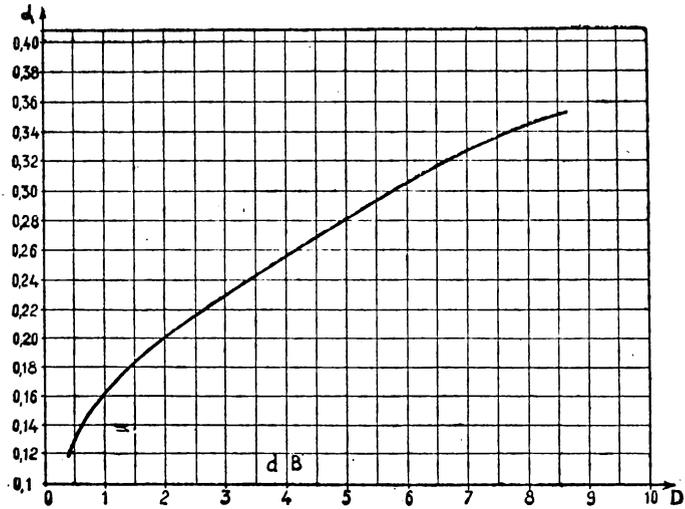

Fig. VII-5-2
- 6° On utilise la courbe de la figure VII-5-2, qui donne  $\alpha = NCR$  en fon-
6° La courbe de la figure VII-5-2 indique que, pour  $D1 = D1' = 1 \text{ db}$ , on a :